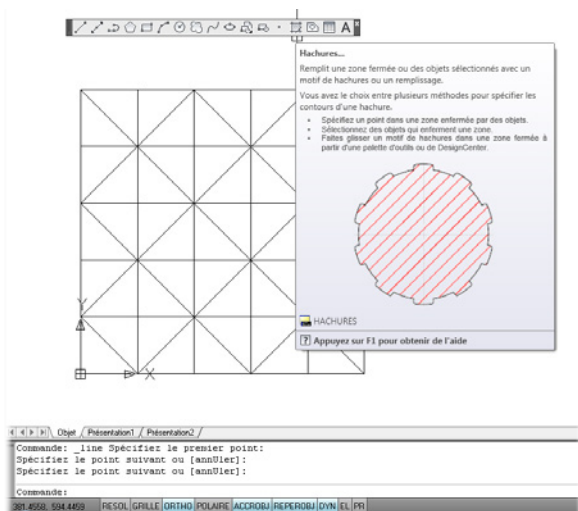

Figure 2.78
15. Activez l'outil Hachures (voir Figure 2.78), afin de finaliser le dessin (cet outil sera développé au Chapitre 5, « Habiller un dessin », puis sélectionnez la zone à hachurer (voir Figure 2.79).